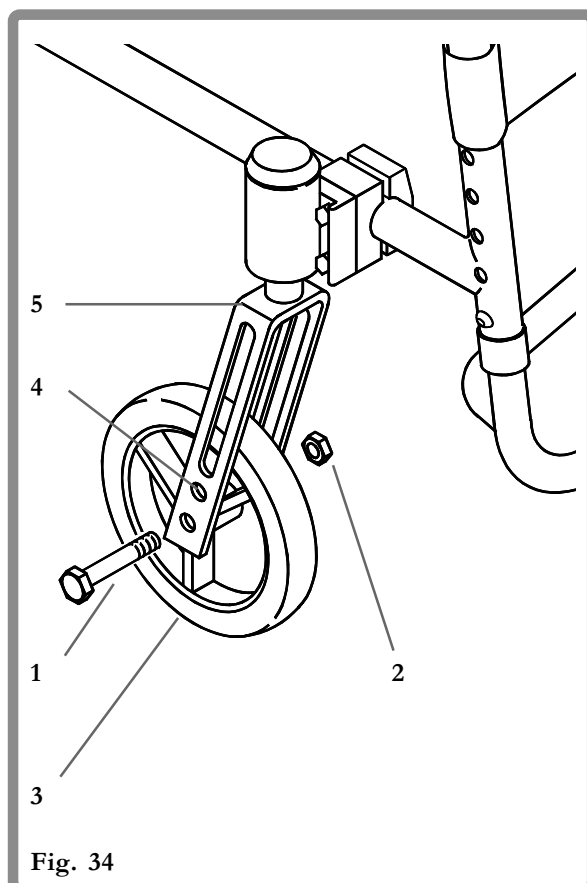

Fig. 34
Ved hjelp av to hulls svinghjulsgafler (Fig. 34) kan du bytte mellom 125 mm (5"), 150 mm (6") og 200 mm (8") svinghjul og også justere setehøyden. For å justere tas svinghjulsboltene (1) og mutrene (2) ut med 13 mm fastnøkkel slik at svinghjulene (3) kan tas av. Bytt svinghjul størrelse og/eller svinghjulenes stilling opp eller ned i svinghjulsgaflene (4). Sett i boltene og trekk til med et moment på 27 Nm.